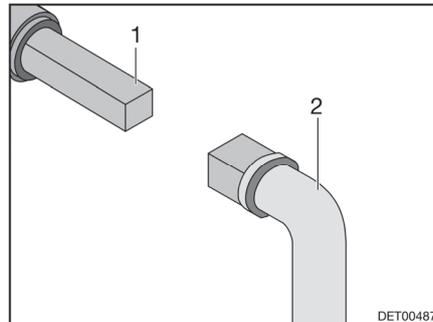

Fig. 111 Utilisation du robinet d'évacuation des eaux usées
- Insérer la clé (Fig. 111,2) sur la vis à quatre pans (Fig. 111,1).